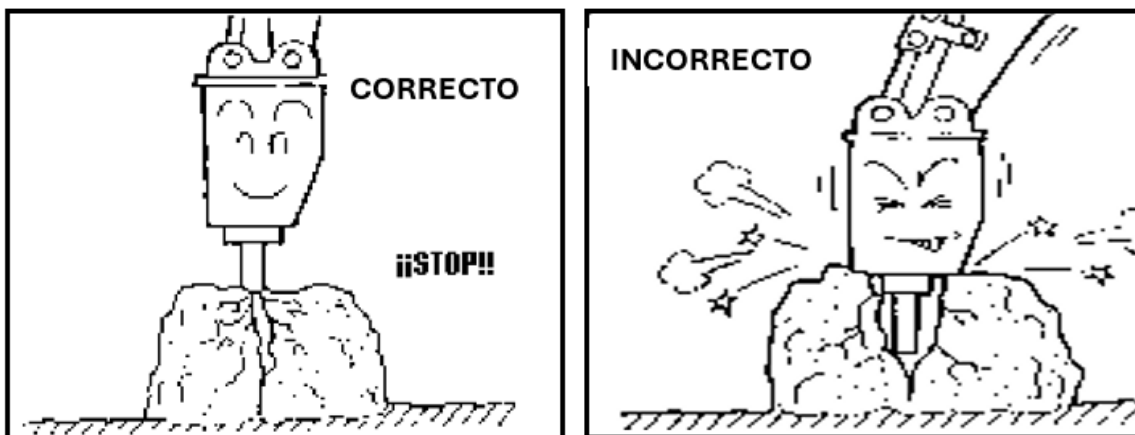

Ilustración 9
- *Ilustración 9:* Ilustra cómo los golpes en vacío pueden dañar la estructura interna del martillo y el puntero, generando fracturas y desgastes.